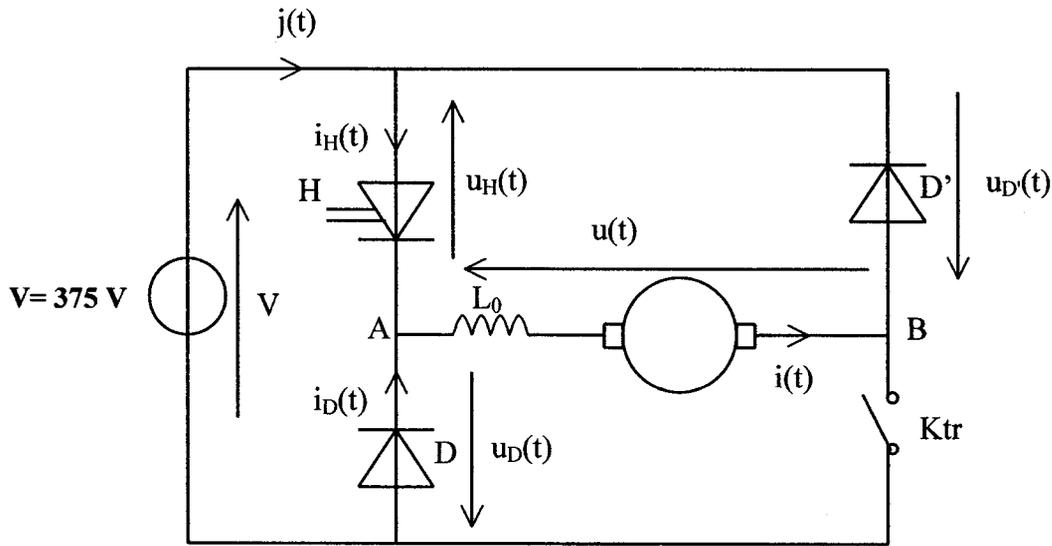

Figure 2
L'induit de la machine à courant continu est piloté par un hacheur alimenté à partir du réseau 375 V continu symbolisé par la source de tension V , conformément au schéma électrique représenté figure 2.
2.2.5 Pour chacune des phases de fonctionnement, tracer sur le **document réponse n°3** les variations du courant dans la source $j(t)$ (voir figure 2).